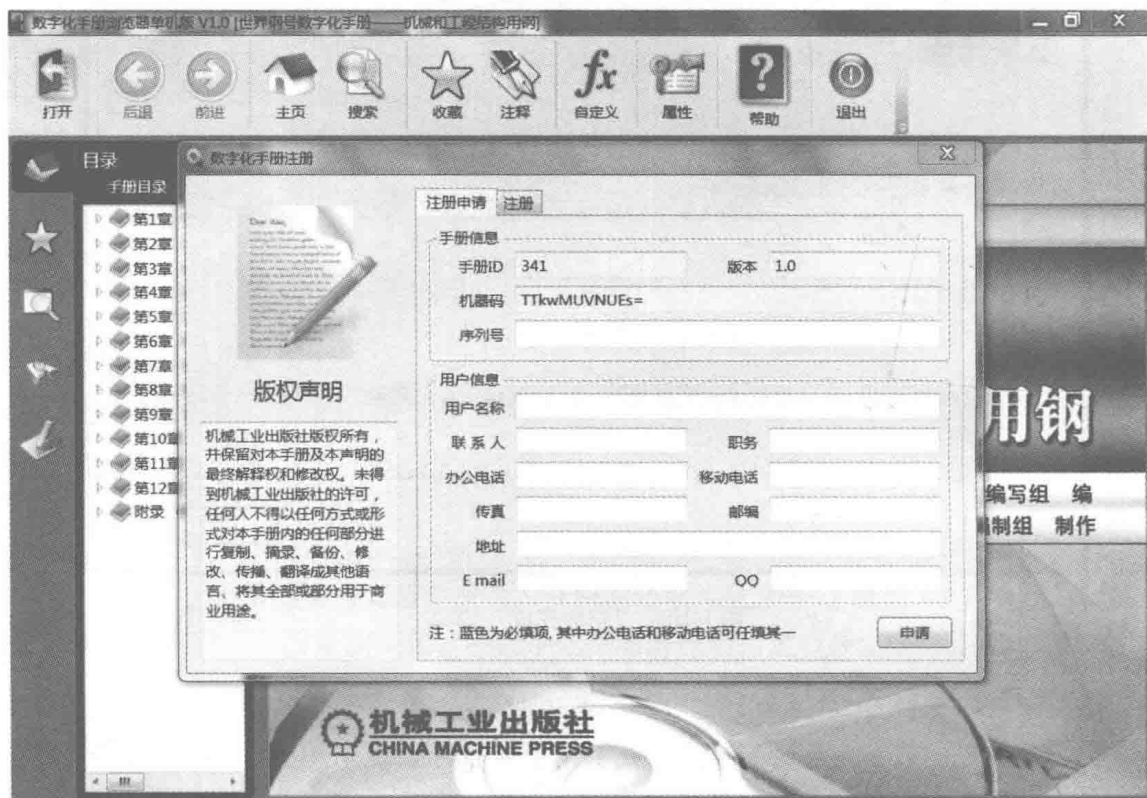
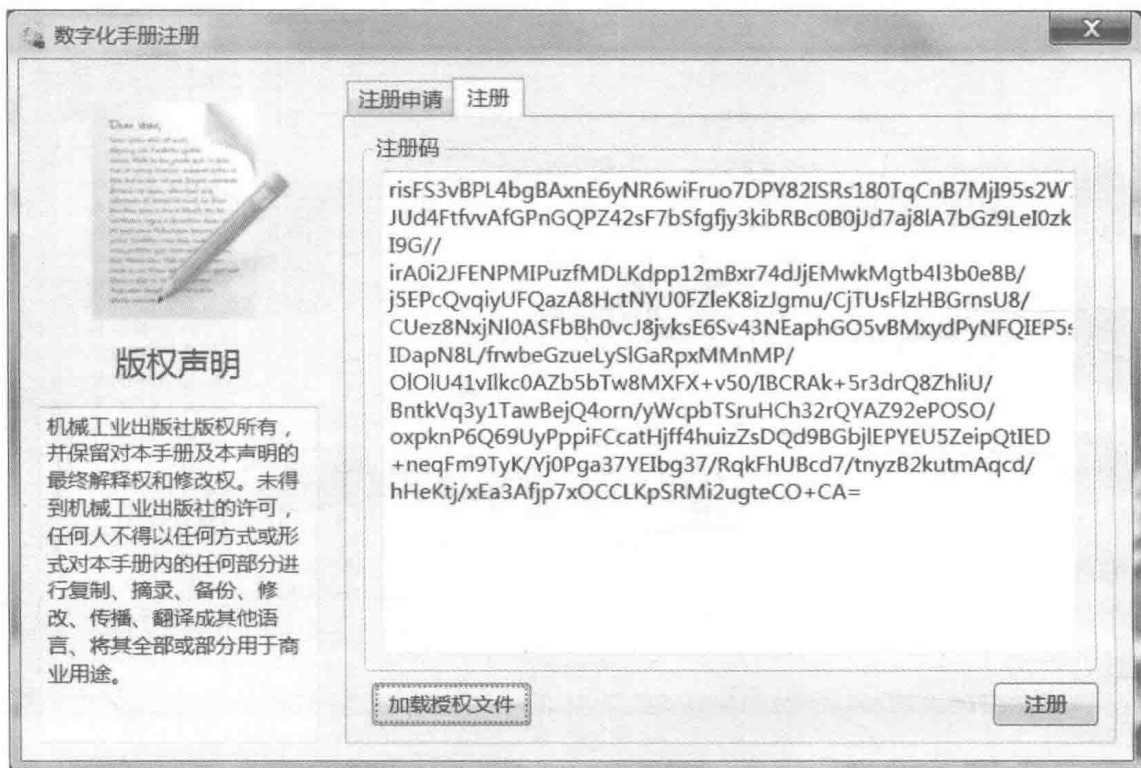

图 1-11 “数字化手册注册”对话框
图 1-13 “数字化手册注册”对话框的“注册”选项卡
当用户第一次打开数字化手册时,软件系统将自动弹出如图 1-11 所示的“数字化手册注册”对话框,要求用户完成注册并取得合法使用数字化手册的权利。只有在完成注册和取得授权后,用户才能正常使用数字化手册。
1) 当用户收到客服人员发送的手册授权文件（文件扩展名为 .lic）后，运行数字化手册，在系统自动弹出的“数字化手册注册”对话框（见图 1-11）中，单击“注册”选项卡，然后单击“加载授权文件”按钮，加载授权文件（见图 1-13）。最后，单击右下方的“注册”按钮，完成数字化手册的注册。